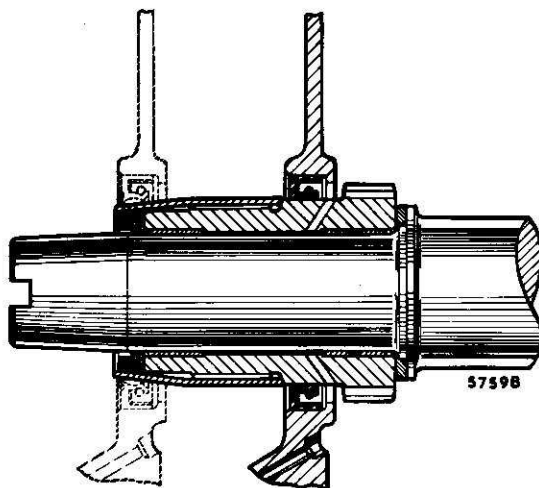

Fig. A.15
- (1) Staccare il motore (Ved. la Sez. A.13)
- (2) Staccare il complessivo volano e frizione (Ved. la Sez. A.11).
- (3) Svitare e quindi rimuovere le viti ed i dadi di bloccaggio della scatola, dopo aver preso nota delle posizioni di montaggio.
- (4) Per evitare di danneggiare il paraolio staccare la scatola con l'attrezzo 18G 570 o con l'attrezzo 18G 1043 se si tratta di paraolio di gomma al silicio rosso (Fig. A.15).
- (5) Rimuovere l'anello elastico di ritenimento e staccare l'ingranaggio primario.